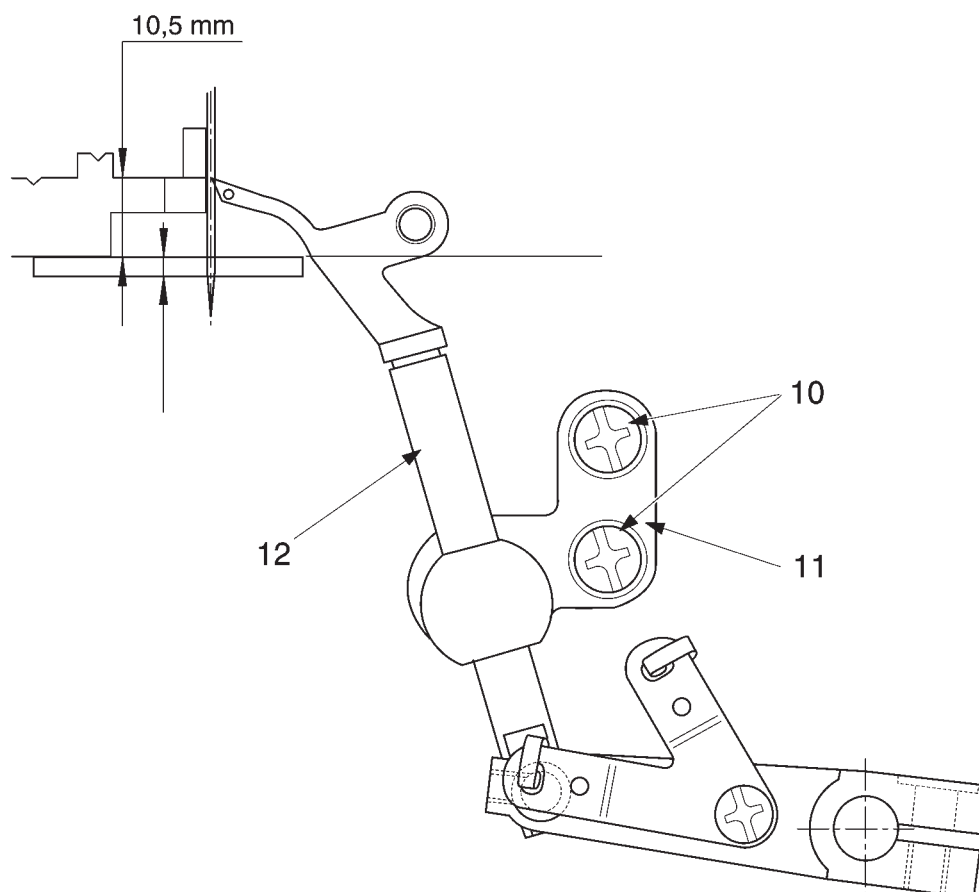

Рис. 29
- Поворачивайте маховик в нормальном направлении до тех пор, пока правый петлитель не установится в положение, показанное на рис. 29.